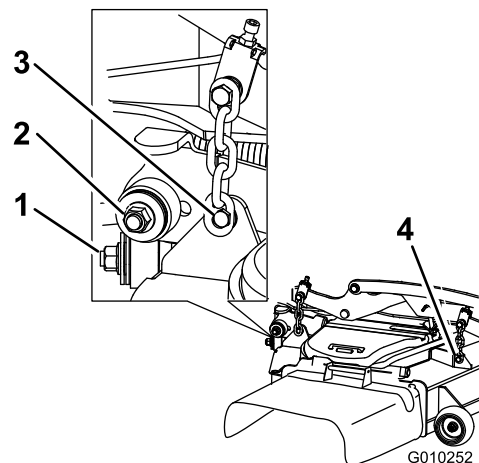

Figure 103
7. Enlevez et mettez de côté les fixations des deux côtés du tablier (Figure 103).